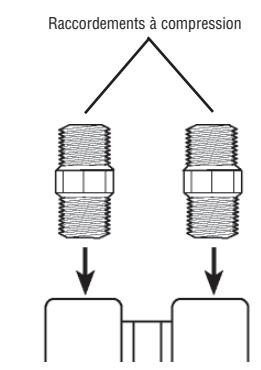

Figure 4
4. Visser un raccordement dans la sortie du filtre et l'autre dans l'entrée du filtre (les deux sont identifiés sur le module de tête du filtre). Resserrer les deux raccordements à l'aide d'une clé. **Ne pas trop serrer. Trop serrer peut endommager la cartouche et causer des fuites** (figure 4)